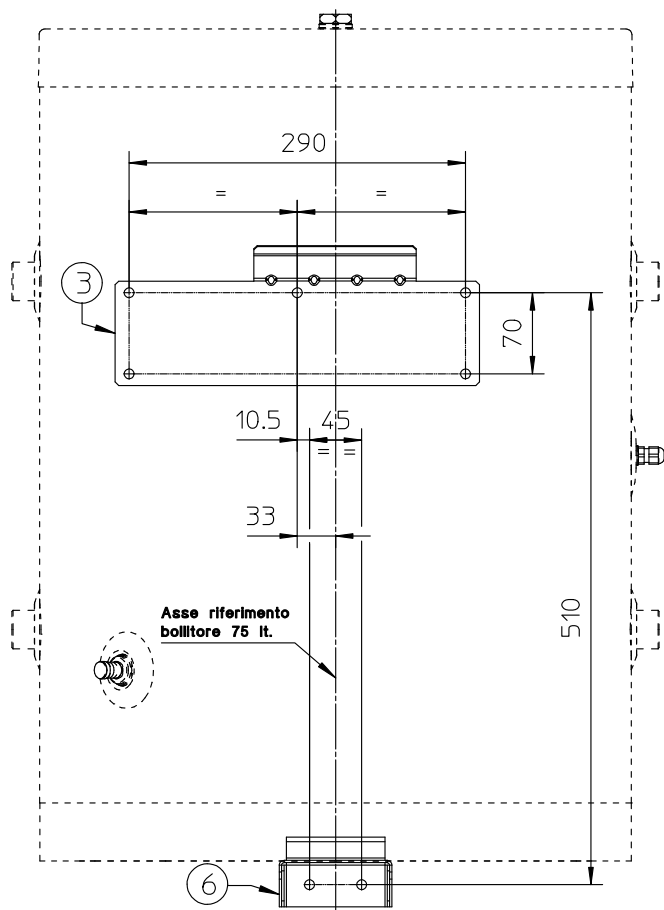

Fig. 3
- Fissare il supporto inferiore (6) nella posizione indicata nel disegno (Fig. 3). Inserire negli appositi fori predisposti le viti (2) e i tasselli (1) presenti all'interno del kit. Inserire sul supporto inferiore le 2 viti (5) presenti nel kit.